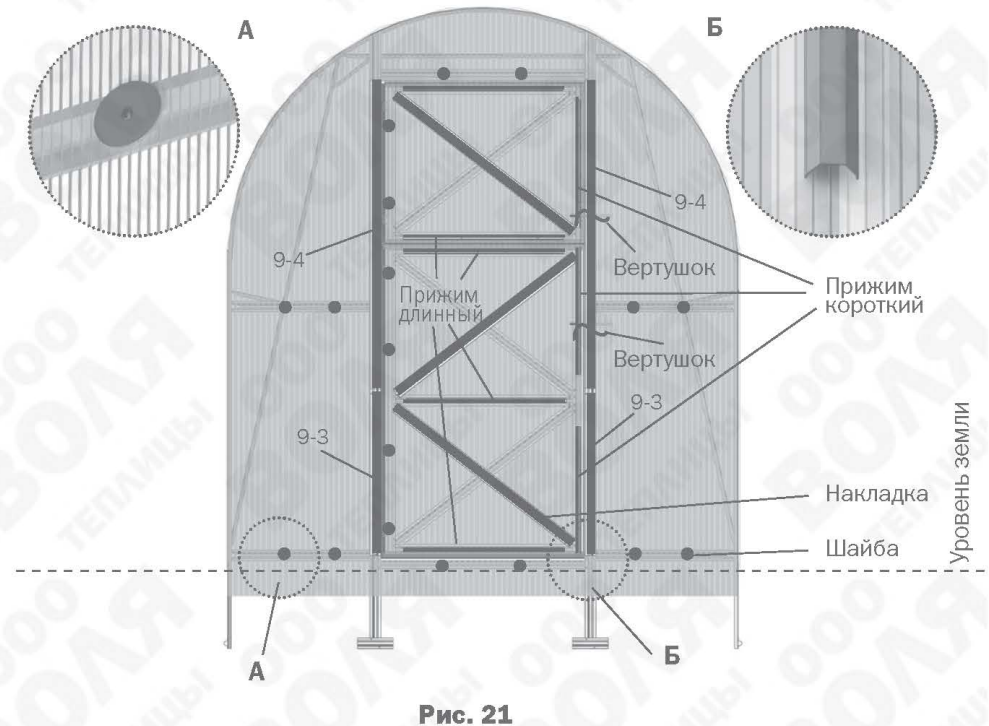

Рис.21
8. Шайбы и прижимы на торце устанавливаются в соответствии с рис.21.